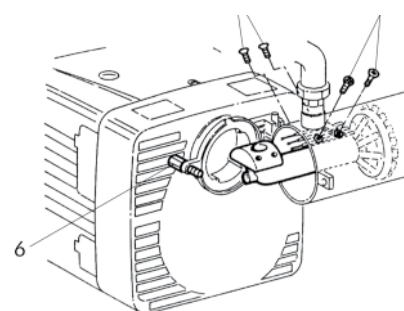

fig.6
- Consentir ao tubo de alimentar gás e a eletrodos aflojar la vide 6 a las vides 7 (fig.6)